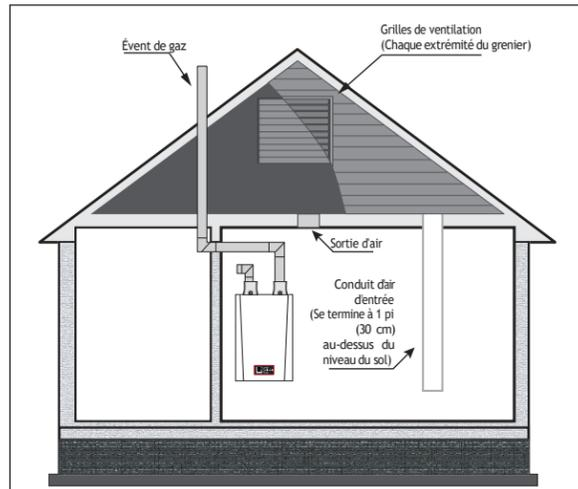

Fig. 3 - L'ensemble de l'air de combustion provient de l'extérieur et passe par le grenier ventilé
- Lorsqu'elles communiquent directement avec l'extérieur ou lorsque la communication avec l'extérieur s'effectue à travers de conduits verticaux, chaque ouverture doit avoir une superficie libre minimale de 1 po ca/4 000 BTU/h de puissance totale requise de tout l'équipement dans l'enceinte. Voir la Fig. 3 ci-dessous.